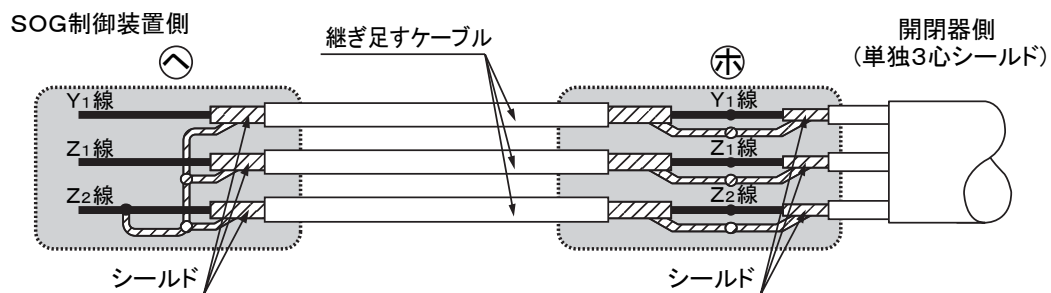

図 13 ケーブルの継ぎ足し
- ㊦ 開閉器側制御ケーブルの端末は、シールド線を Z2 端子に半田付けしていますので、継ぎ足す場合には Z2 端子から Y1、Z1、Z2 の各々のシールド線を外し、端子記号を合わせて接続してください。また開閉器側の Y1、Z1、Z2 のシールド線と継ぎ足すケーブル側の Y1、Z1、Z2 のシールド線を各々接続してください。(図 13)
- ㊧ 継ぎ足した側のケーブル端末は、SOG 制御装置側で Y1、Z1、Z2 のシールド線と Z2 端子を接続してください。(図 13)